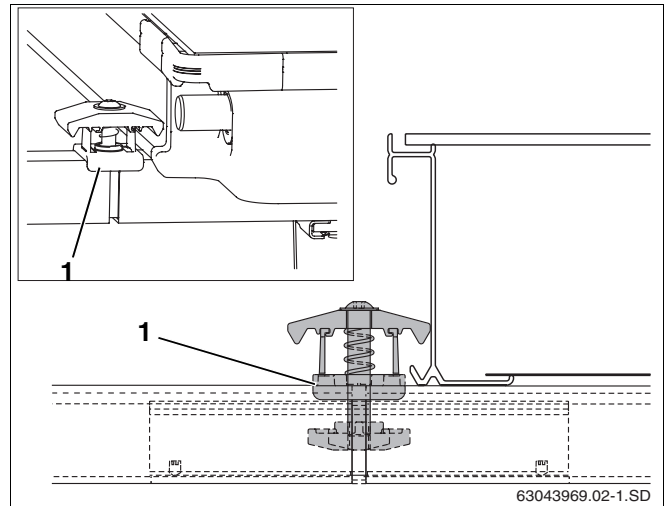

Fig. 47 Montaje del tensor bilateral del colector
- ▶ Coloque el tensor bilateral del colector con la tuerca hacia delante en la abertura del perfil guía y de la pieza de unión de tal forma que el distanciador de plástico (fig. 47, **pos. 1**) envuelva al perfil guía.